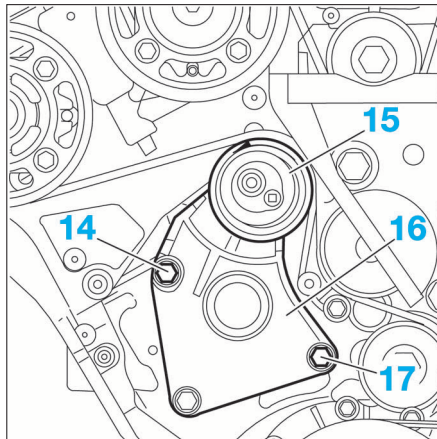

FIG. 72
- les ensembles moyeu, poulie d'arbre à cames (13).
- les vis (14) et (17) (Fig.72).